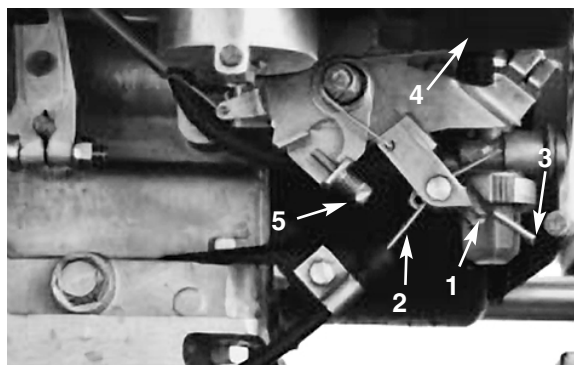

Fig. 37
2. Allentare la vite che fissa il cavo dell'acceleratore al braccio del carburatore (Fig. 37).